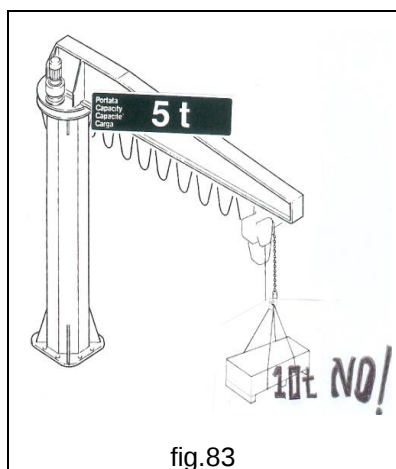

fig.83
- **MAI** sollevare carichi superiori alla portata nominale nè equipaggiare la gru con paranchi di portata nominale superiore alla portata della gru stessa (fig.83).